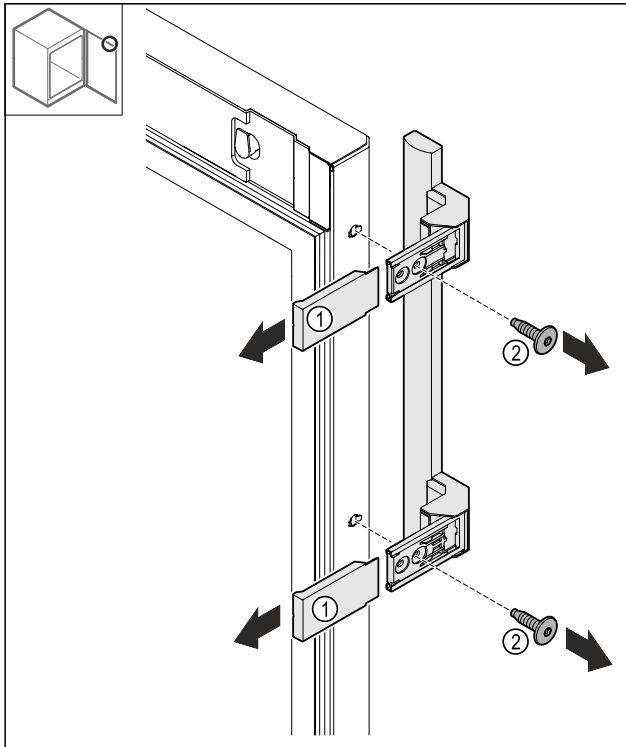

Fig. 25
- Abdeckungen Fig. 25 (1) abziehen.
- Schrauben Fig. 25 (2) lösen.